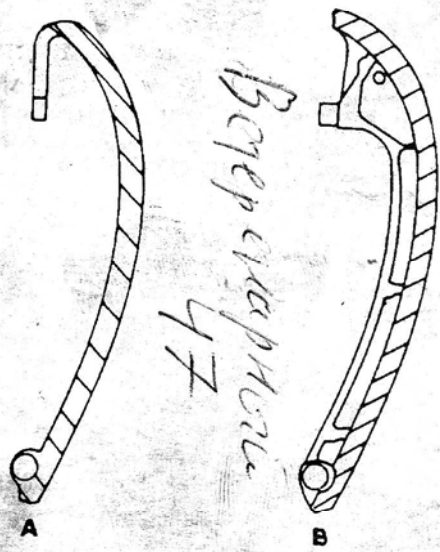

Рис. 297. Планка натяжителя цепи.
- На двигателе с новой конструкцией планки натяжителя («В», рисунок 297) отжать нажимной болт натяжителя цепи.